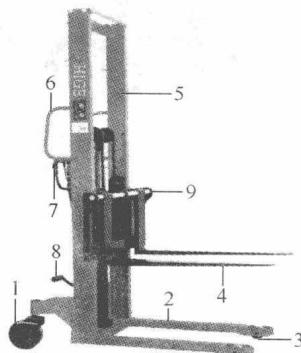

图 1-4 手动液压叉车的组成
(1) 按动力源分类 按动力源不同叉车可分为内燃叉车、电动叉车和手动叉车三种，如图 1-2 ~ 图 1-4 所示。
(2) 按传动方式分类 按传动方式不同，叉车可分为机械传动、液力传动、全液压传动和电传动叉车四种。
(3) 按特种行业用途分类 按特种行业用途不同，叉车可分为防爆叉车、多向走叉车、越野叉车、集装箱行走吊、军用工业车辆、车载式叉车和无人驾驶